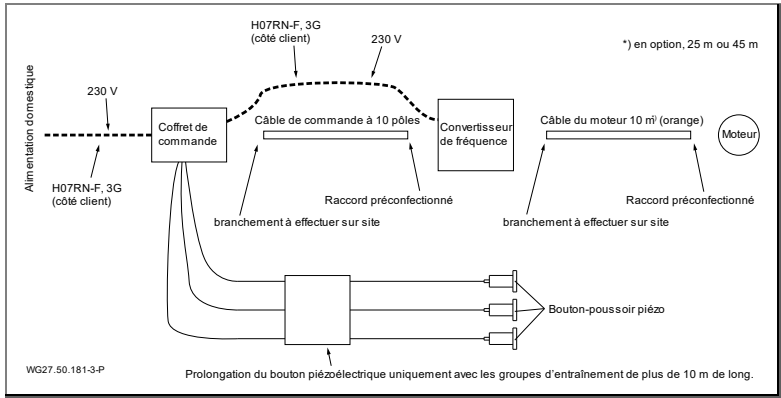

Fig. 18
14. Les fils pour la résistance CPT (brun ou noir (BR1) / blanc (BR2)) doivent être câblés conformément au schéma de connexions. Voir "Fig. 18", page 37